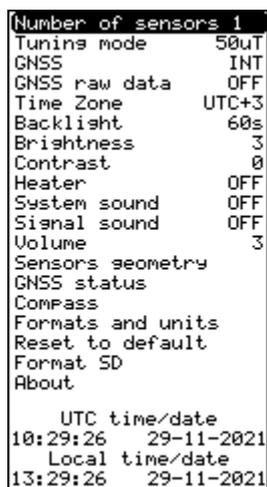
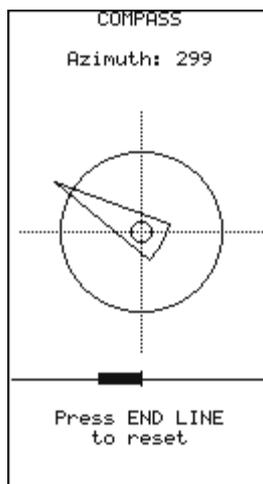
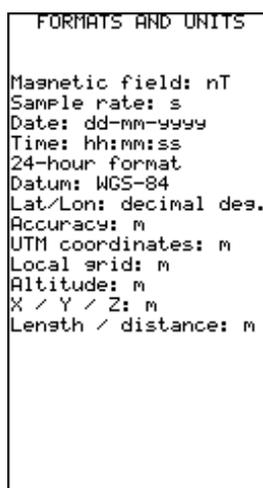
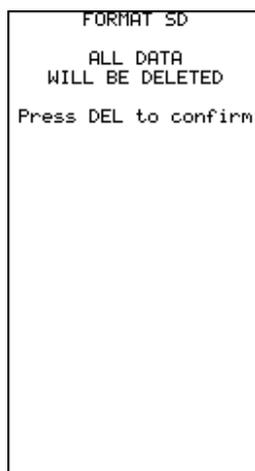

Рисунок 66 Окно настроек
Рисунок 70 Окно просмотра данных цифрового компаса
Рисунок 71 Окно просмотра информации о форматах и единицах измерения
Рисунок 73 Окно стирания информации из памяти магнитометра
Для перехода в меню настроек из окна главного меню выберите «Setup» клавишами или и нажмите клавишу , при этом на дисплее появится окно настроек магнитометра (Рисунок 66).
Для выбора диапазона измерений необходимо в окне настроек (Рисунок 66) клавишами  или  выбрать «Tuning mode» и нажать клавишу .
Для записи сырых данных с ГНСС приемника необходимо в окне настроек (Рисунок 66) клавишами  или  выбрать «GNSS raw data» и нажать клавишу .
Для выбора часового пояса необходимо в окне настроек (Рисунок 66) клавишами  или  выбрать «Time Zone» и нажать клавишу .
Для выбора режима подсветки экрана необходимо в окне настроек (Рисунок 66) клавишами  или  выбрать «Backlight» и нажать клавишу .
Для выбора настройки яркости экрана необходимо в окне настроек (Рисунок 66) клавишами  или  выбрать «Brightness» и нажать клавишу .
Для выбора настройки контрастности экрана необходимо в окне настроек (Рисунок 66) клавишами  или  выбрать «Contrast» и нажать клавишу .
Для включения/выключения подогрева дисплея необходимо в окне настроек (Рисунок 66) клавишами  или  выбрать «Heater» и нажать клавишу . При активации подогрева дисплея в рабочем окне измерений отображается иконка  включенного подогрева.
Для включения/выключения звукового сигнала нажатия клавиш необходимо в окне настроек (Рисунок 66) клавишами  или  выбрать «System sound» и нажать клавишу .
Для включения/выключения звукового сигнала при измерении МПЗ необходимо в окне настроек (Рисунок 66) клавишами  или  выбрать «Signal sound» и нажать клавишу .
Для настройки громкости звуковых сигналов необходимо в окне настроек (Рисунок 66) клавишами  или  выбрать «Volume» и нажать клавишу .
Для просмотра сведений ГНСС приемника необходимо в окне настроек (Рисунок 66) клавишами  или  выбрать «GNSS status» и нажать клавишу , при этом откроется новое окно (Рисунок 69), в котором отображаются тип используемого приемника (INTERNAL\EXTERNAL), статус приемника (Status), количество используемых спутников (Satellites), широта (Lat), долгота (Lon), дата, время, курс (Course), скорость между пикетами в узлах (Speed), точность в горизонтальной плоскости (HDOP), точность в вертикальной плоскости (VDOP), точность по местоположению (PDOP), режим вычисления координат (FixQ), режим формата измерений (VALID), формат измерений 2D/3D (MODE) и счётчик PPS-сигнала (PPS) .
Для просмотра данных цифрового компаса необходимо в окне настроек (Рисунок 66) клавишами  или  выбрать «Compass» и нажать клавишу , при этом откроется окно (Рисунок 70) с данными цифрового компаса, а именно, горизонтальные (x и y) и вертикальная (z) компоненты магнитного поля, а также значение магнитного азимута (A).
Для просмотра информации о форматах и единицах измерения необходимо в окне настроек (Рисунок 66) клавишами 2 ↑ или 8 ↓ выбрать «Formats and units» и нажать клавишу Ent, при этом откроется окно (Рисунок 71) с данными о используемых форматах и единицах измерения.
Для сброса настроек магнитометра необходимо в окне настроек (Рисунок 66) клавишами 2 ↑ или 8 ↓ выбрать «Reset to default» и нажать клавишу Ent, при этом откроется окно с подтверждением сброса настроек (Рисунок 72). Для подтверждения форматирования необходимо нажать клавишу 5 Map.
Для стирания записанной в память магнитометра информации необходимо в окне настроек (Рисунок 66) клавишами  или  выбрать «Format SD» и нажать клавишу , при этом откроется окно с подтверждением очистки памяти (Рисунок 73). Для подтверждения форматирования необходимо нажать клавишу .
Для просмотра информации о приборе необходимо в окне настроек (Рисунок 66) клавишами